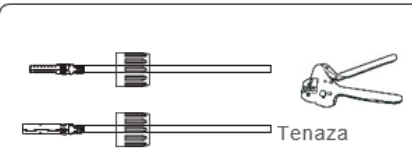

Figura 5.15 Engarce el pin de contacto al cable
3. Engarce la clavija de contacto al cable con un engarzador de cables adecuado. (Figura 5.15).